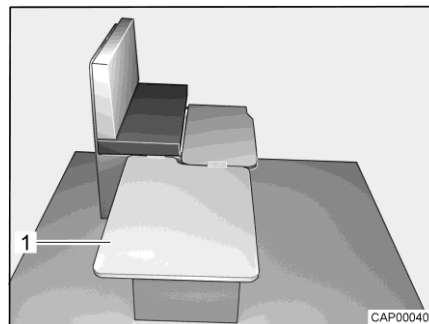

Fig. 62 Pendant la transformation
- Accrocher la planche amovible (Fig. 62,1) le long de la banquette et la poser sur la table.